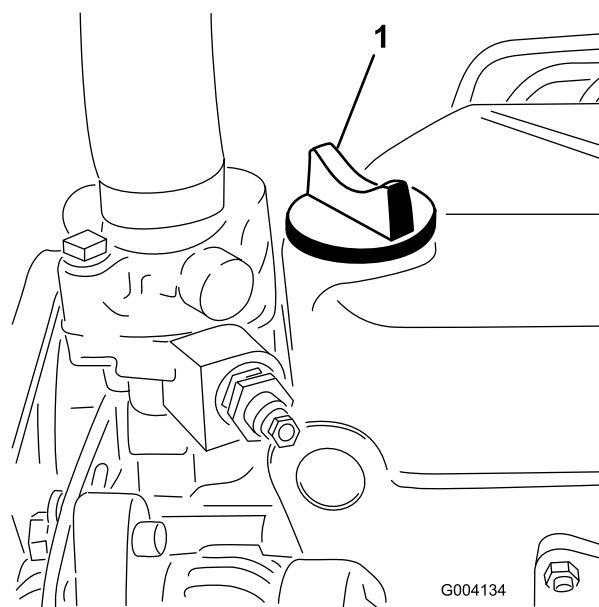

Figure 22
5. Si le niveau n'atteint pas le repère maximum, enlevez le bouchon de remplissage (Figure 22) et faites l'appoint jusqu'à ce que le niveau correct soit atteint. **Ne remplissez pas excessivement.**